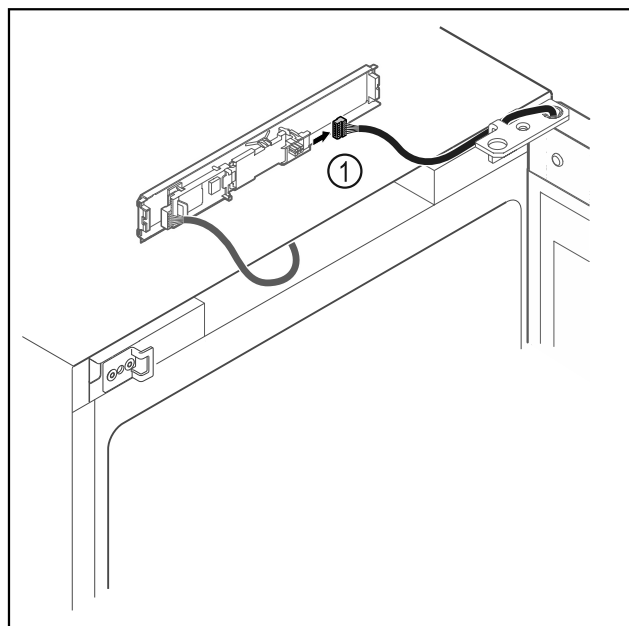

Fig. 18
- Отсоедините штекер Fig. 18 (1) от панели.